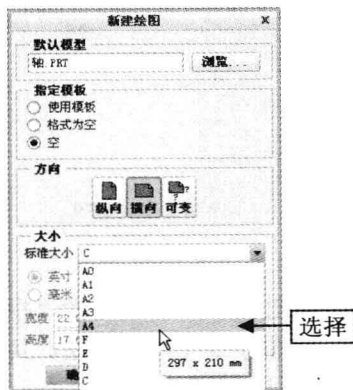

图 12-16 选择“A4”选项
Step03 单击“确定”按钮，弹出“新建绘图”对话框，在“大小”选项区中单击“大小”右侧的下拉按钮，在弹出的下拉列表中选择“A4”选项，如图 12-16 所示。